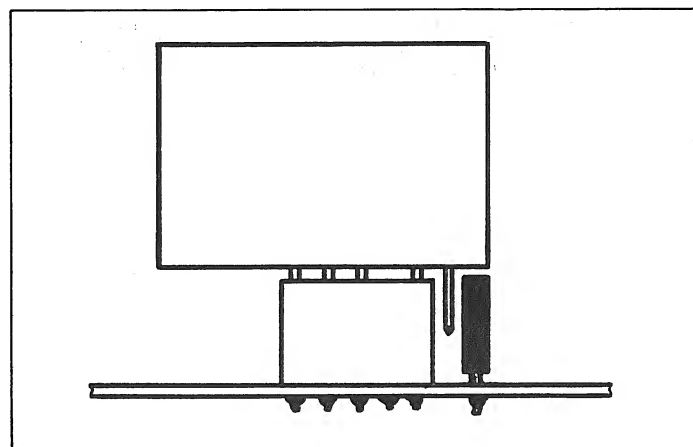

Fig. 3.5
- La plus petite platine à 6 pôles (1.179.183.21) du faisceau de câbles est enfichée dans la prise CIS à 5 pôles (pos. B sur l'ARM ELECTRONIC PCB) de manière que l'une des broches de raccordement reste libre entre la prise CIS et le condensateur (voir fig. 3.5). La fiche qui se trouvait précédemment en cet endroit est enfichée dans la prise de la plus petite platine 1.179.183.21 (attention au codage, un raccord de la prise doit rester libre).